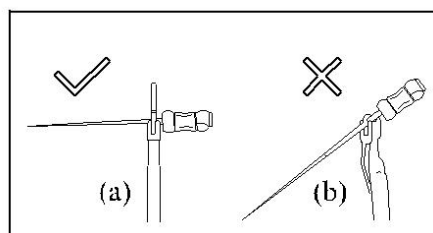

Рисунок 25
- 4.6.6 Когда эндо-файл приближается к вершине апикального отверстия, установите резиновый наконечник на эндо-файле до опорной точки (край разреза или край углубления), затем достаньте эндо-файл, измерьте длину между верхней частью эндо-файла и резиновой частью. Это расстояние – рабочая глубина зуба. Эндо-файл можно использовать с контактным зондом вместо держателя файла для удобства измерения вершин апикальных отверстий задних зубов (см. Рисунок 25)